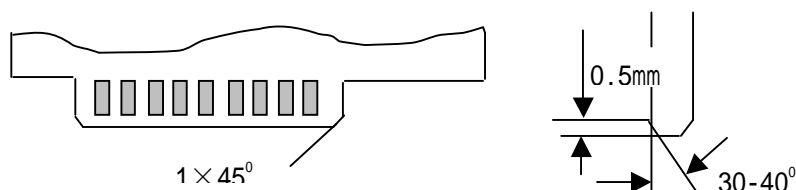

图 3 金手指倒角的设计
c) 对于金手指的设计要求见图 3 所示，除了插入边按要求设计倒角外，插板两侧边也应该设计 $(1\sim1.5) \times 45^\circ$ 的倒角或 $R1\sim R1.5$ 的圆角，以利于插入。